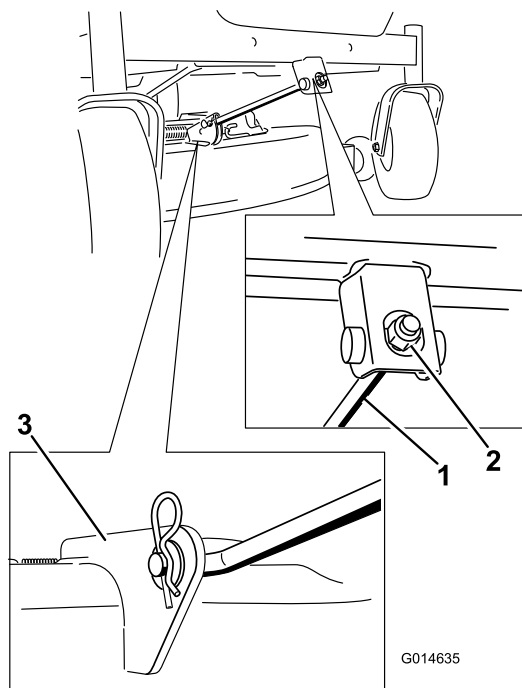

Figura 56
- Rimuovete la coppiglia dall'asta di supporto frontale e rimuovete l'asta dalla staffa del piatto di taglio (Figura 56). Abbassate con cautela la parte anteriore del piatto di taglio fino al suolo.
- Montate l'asta di sostegno anteriore sul piatto di taglio con il perno con testa e la coppiglia a forcina (Figura 56).